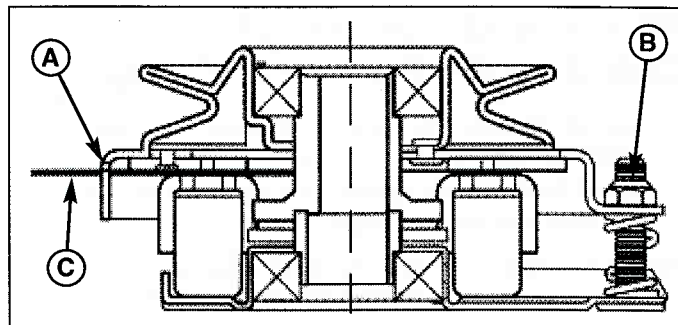

Figure 20. Réglage de l'embrayage de la prise de force
- Insérer une jauge d'épaisseur de 0,40-0,45 mm (.016"-.018") (C) dans chaque ouverture, plaçant la jauge entre le rotor et l'armature comme indiqué à la Figure 20.